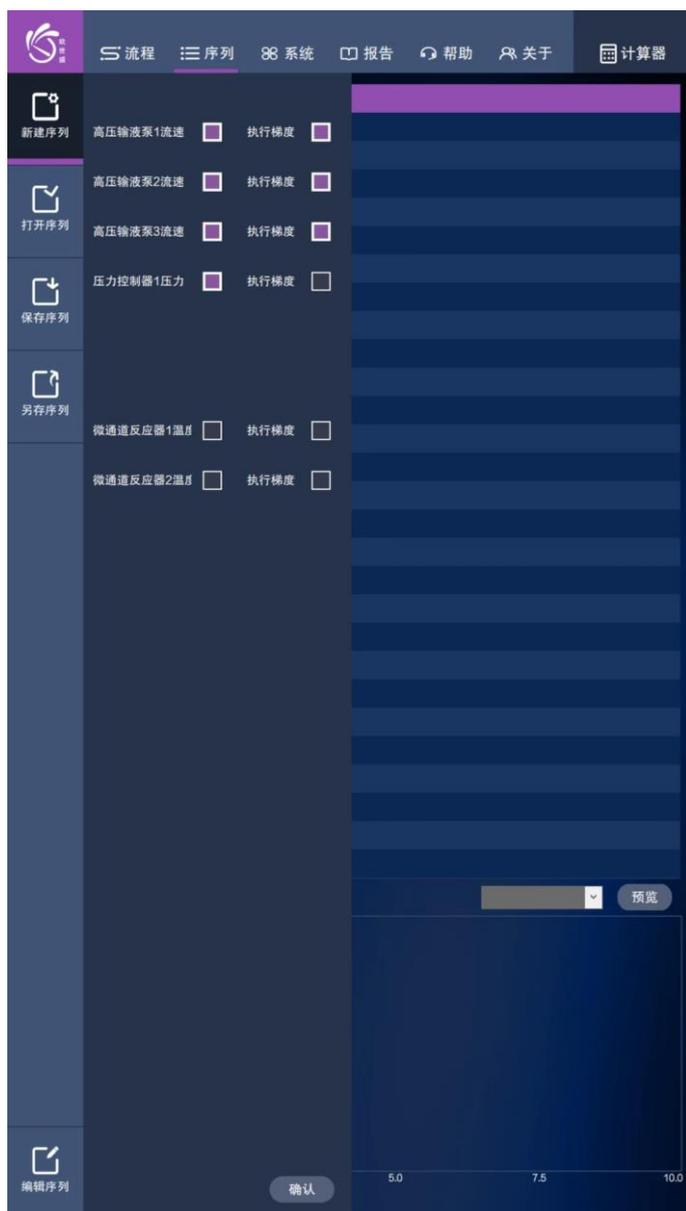

图4-3 新建序列界面
2. 如图 4-3 所示，可根据工艺路线，设置方法序列，即以时间为横轴，各模块参数值为纵轴，设置方法阵列，此功能适合与筛选工艺条件。